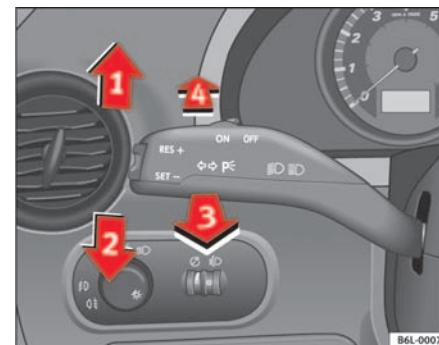

Fig. 60 Palanca de intermitentes y de luz de carretera
- Desplace la palanca hacia arriba hasta el tope ⇒ página 98, fig. 60 ① para encender el intermitente **derecho** o bien hacia abajo ②, para encender el intermitente **izquierdo**.
- Desplace la palanca hacia adelante ⇒ página 98, fig. 60 ④ para encender la luz de carretera.